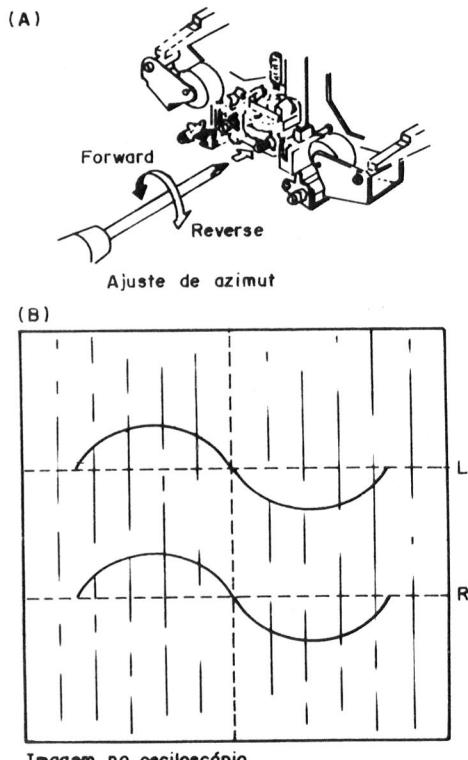

FIGURA 17
4º) Ajustar azimute (ângulo de 90° do cabeçote, conforme figura 17 a).
c) Conforme gráfico abaixo, deve-se comparar a senóide de ambos os canais e, se necessário, ajustar o parafuso de azimute para que fiquem exatamente iguais (**figura 17 a e b**).